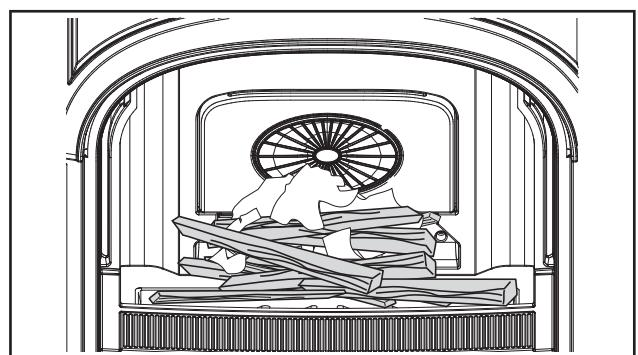

図2.4 着火剤と焚き付けで着火。
2. 着火剤を火室内に置き、その上に指の太さ程に細く割った焚き付け6~8本を組みます。その焚き付けの上に2~3本大きめ（直径25~50mm程）の薪を載せます。（図2.4）